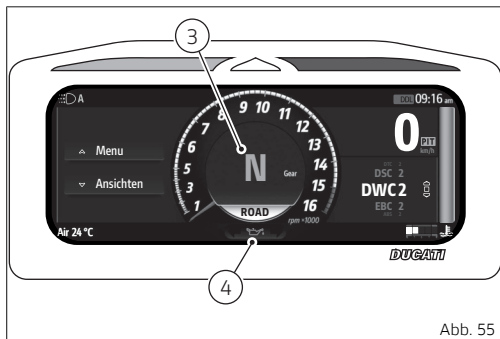

Abb. 55
Den roten Schalter (1) an der rechten Lenkerseite nach oben bringen, dann die Taste (2) drücken. Das Motorrad spontan anspringen lassen, ohne dabei den Gasdrehgriff zu betätigen. Die rote Öldruckkontrollleuchte (4, Abb. 55 S.84) muss einige Sekunden nach dem Anlassen des Motors erlöschen.